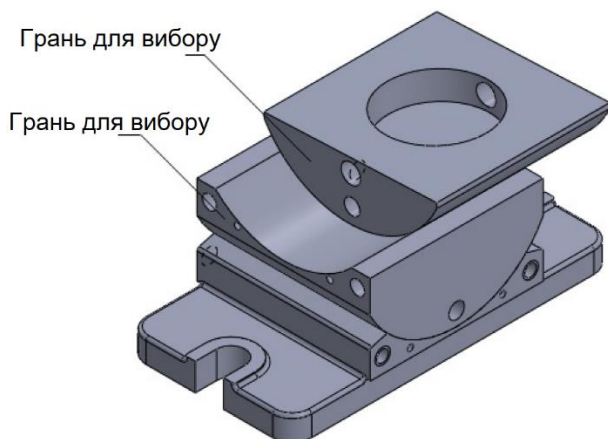
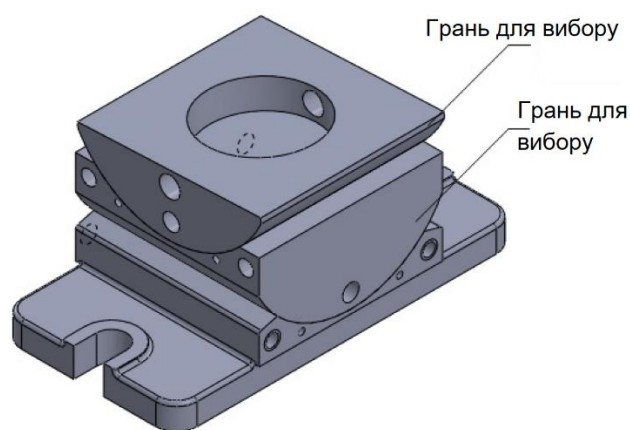

Рисунок 8.28 – Грані для вибору
Рисунок 8.29 – Грані для вибору
7. Аналогічно, застосуйте з'єднання співпадіння між передніми площинами компонентів **Center Member** і **Upper Member** (див. рис. 8.28). Далі застосуйте з'єднання співпадіння між правими площинами компонентів (рис. 8.29).